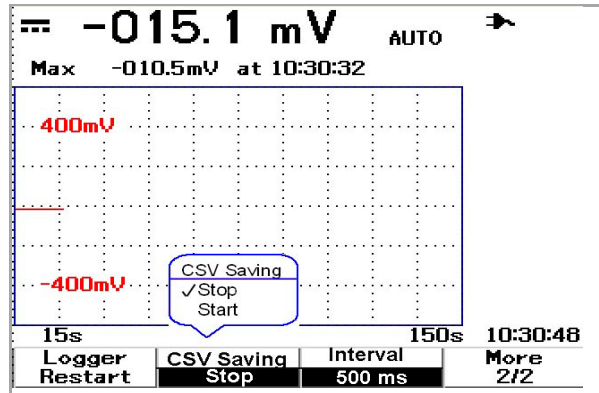

Figure 5-3 Activation de la fonction d'enregistrement au format CSV
- 3 Pour activer la fonction d'enregistrement au format CSV, appuyez sur F2 pour afficher/masquer les options de marche et d'arrêt (reportez-vous à la Figure 5-3 ci-dessous). Vous pouvez enregistrer jusqu'à 500 kilooctets de données.